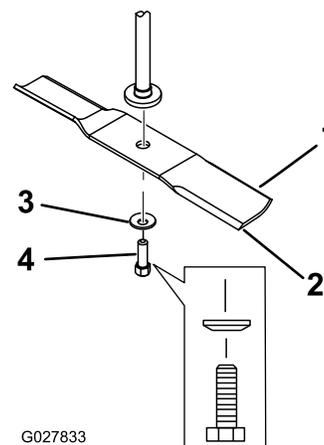

Figure 50
Tenez la lame par son extrémité avec un chiffon ou un gant épais. Enlevez de l'axe, le boulon, la rondelle bombée et la lame (Figure 50).
1. Placez la lame sur l'axe (Figure 50).
2. Montez la rondelle bombée (face concave vers la lame) et le boulon de lame (Figure 50).